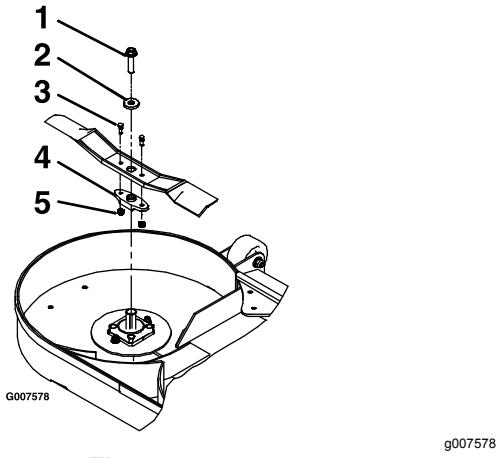

Figura 66
3. Retire la cuchilla, la arandela y el perno que sujetan la cuchilla y el impulsor de la cuchilla (Figura 66).
4. Retire el impulsor de la cuchilla de la cuchilla existente (Figura 66).
1. Instale el impulsor de la cuchilla en las cuchillas nuevas con los pernos de cizallamiento y las contratuerkas (Figura 66).
3. Instale la cuchilla, la arandela y el perno de la cuchilla en el eje (Figura 66).